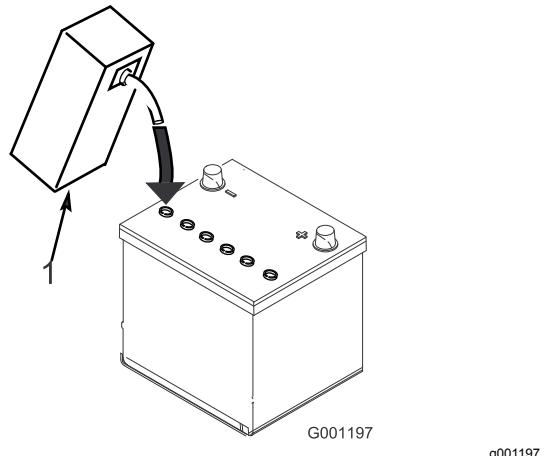

Figure 5
3. Versez de l'électrolyte avec précaution dans chaque élément jusqu'à ce que les plaques soient recouvertes d'environ 6 mm de liquide (Figure 5).
4. Attendez environ 20 à 30 minutes pour donner le temps aux plaques de s'imprégnier d'électrolyte. Faites l'appoint au besoin pour faire monter le niveau de liquide à environ 6 mm en dessous du creux de remplissage (Figure 5).